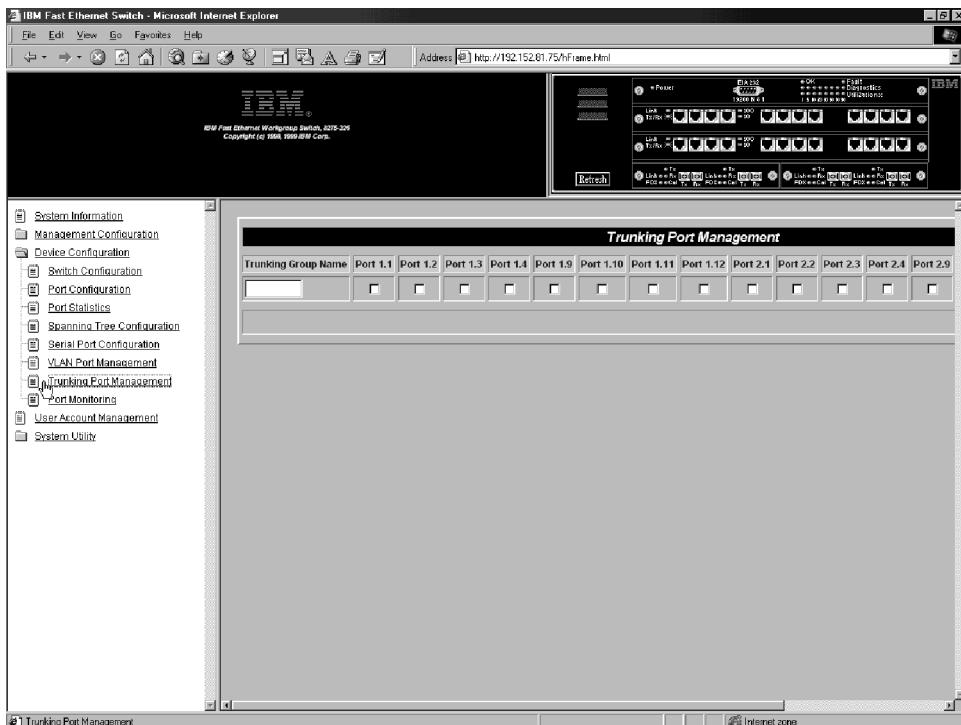

図 76. Trunking Port Management パネル
このオプションを選択すると、82ページの図76 に示されている、Trunking Port Management (トランкиング・ポート管理) パネルが表示されます。このパネルを使用して、トランкиング・グループの作成 / 表示、トランкиング・グループの削除、およびトランкиング・グループの変更を行います。
- 4 モデル 8275-326 は、ポート 1.5、1.6、1.7、1.8、および 2.5、2.6、2.7、と 2.8 のポート・トランкиングをサポートしません (82ページの図76 を参照)。